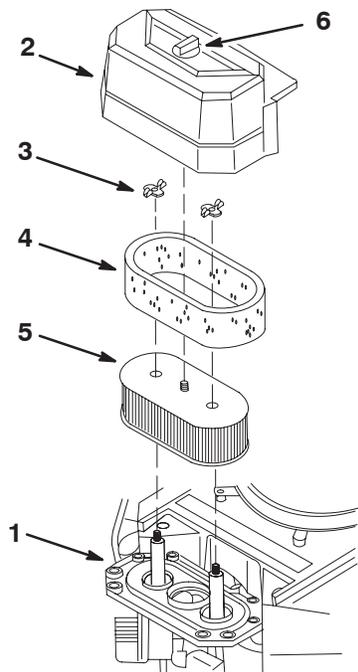

Figure 30
3. Nettoyez la surface autour du filtre à air pour éviter que des impuretés ne s'introduisent dans le moteur et l'endommagent (Fig. 30).
4. Dévissez le bouton du couvercle et déposez le couvercle du filtre à air (Fig. 30).
5. Dévissez les 2 écrous papillons et déposez l'ensemble filtre à air (Fig. 30).
6. Ôtez délicatement l'élément en mousse de l'élément en papier (Fig. 30).
1. Tapotez doucement l'élément sur une surface plane pour faire tomber la poussière et la saleté (Fig. 30).
1. Glissez délicatement l'élément en mousse sur l'élément en papier (Fig. 30).
2. Posez l'ensemble filtre à air sur sa base et fixez-le en place avec l'écrou (Fig. 30).
3. Mettez le couvercle du filtre en place et serrez le bouton (Fig. 30).